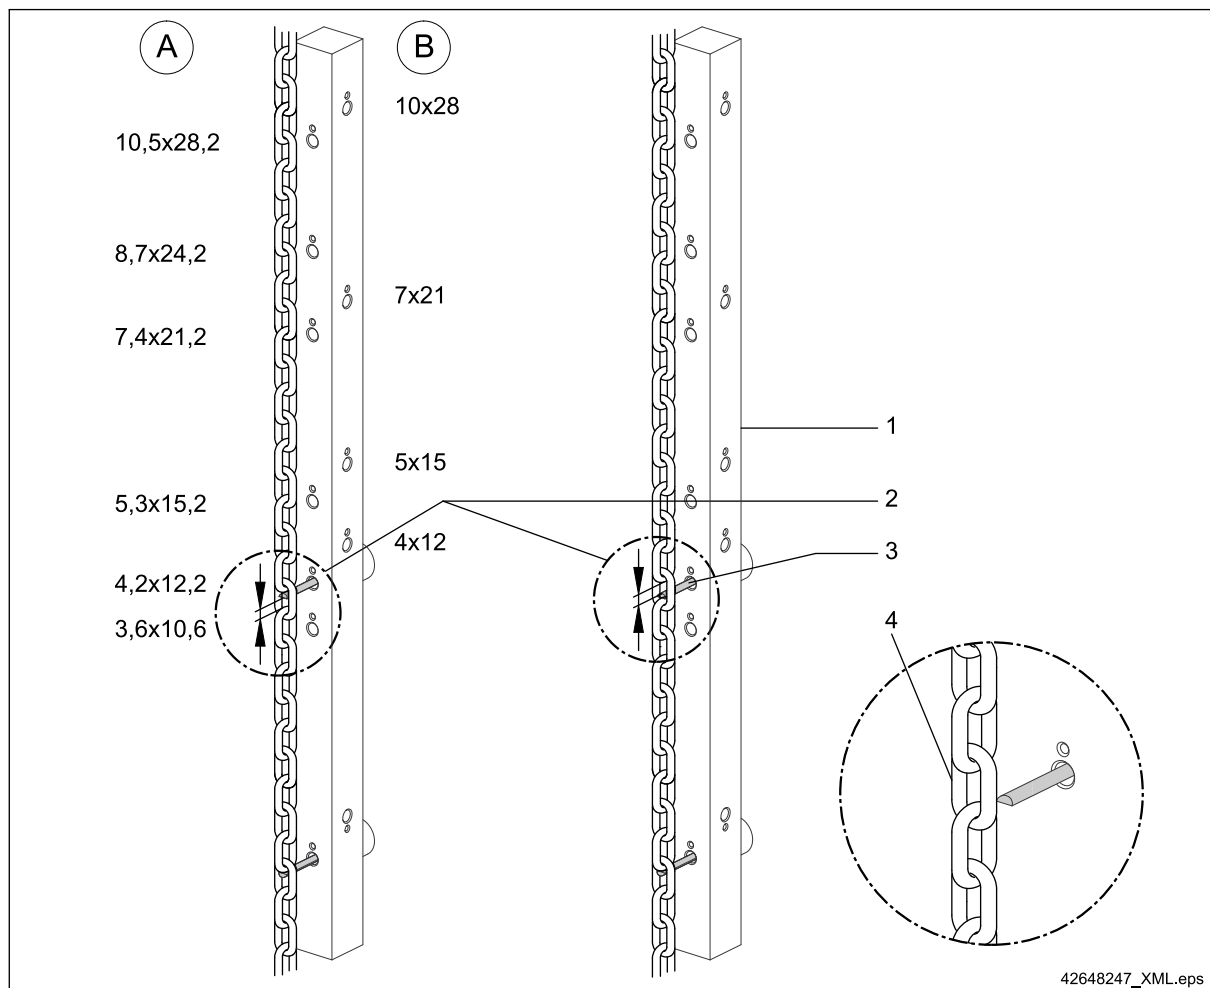

Abb. 50
- über 11 Kettenglieder \Rightarrow Abb. 50, Seite 76.